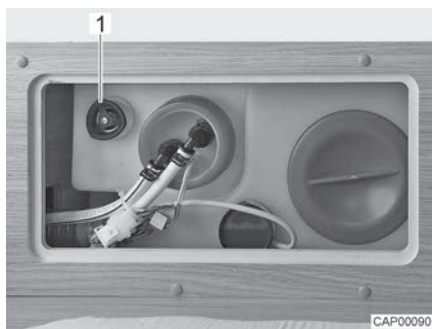

Bild 94 Vattentank med ratt
- Vrid ratten (Bild 94,1) på vattentanken moturs mot motståndet till stoppläget för att öppna utloppsöppningen helt.